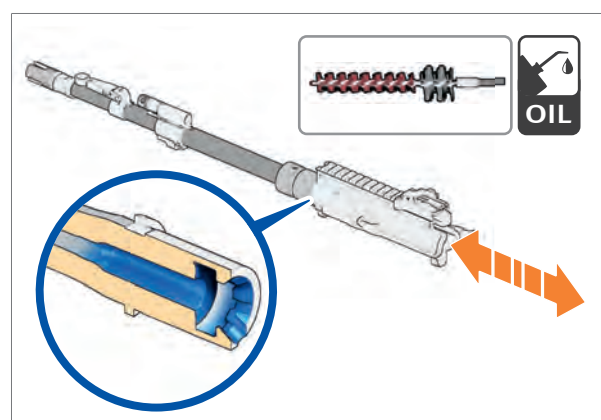

Abb. 108: Patronenlager und Verriegelungsstück reinigen
16. Eingeeölte Patronenlager-Reinigungsbürste mehrfach durch das Patronenlager und das Verriegelungsstück ziehen (Abb. 108).